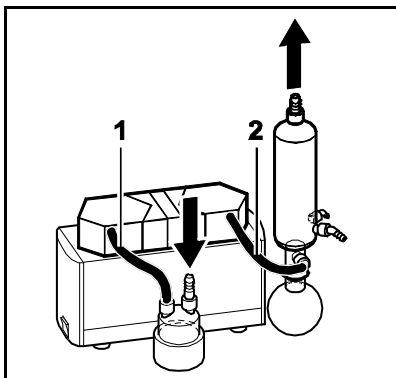

Abb. 15: Verschlauchung System SH
2	Schläuche (siehe Abb. 15) <ul style="list-style-type: none"> ▪ Resistent gegenüber dem genutzten Medium ▪ Innendurchmesser 10 mm ▪ Längen: (1) ca. 150 mm, (2) ca. 220 mm
4. System verschlauchen (siehe Abb. 15).